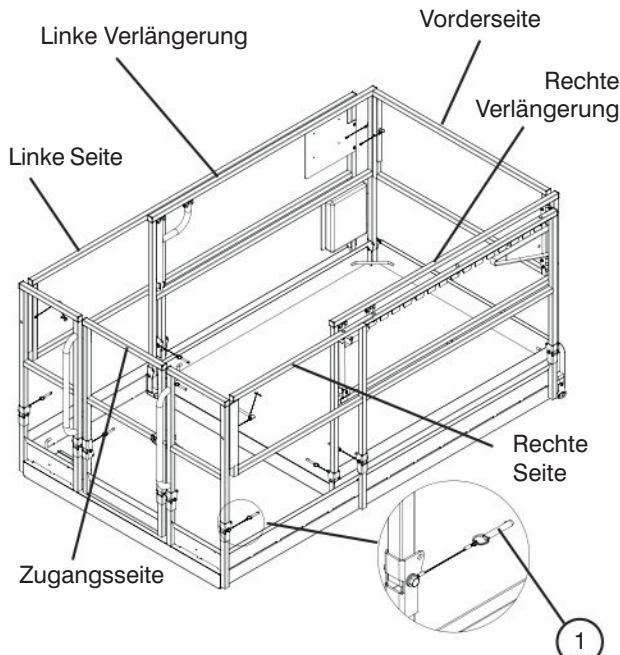

Abbildung 3-9a. Zusammenklappbares Schutzgeländer
9. Die Geländer in folgender Reihenfolge zusammenklappen: Vorderseite, rechte Plattformverlängerung, linke Plattformverlängerung, rechte Seite, linke Seite und Zugangsseite (siehe Abbildung 3-9a).